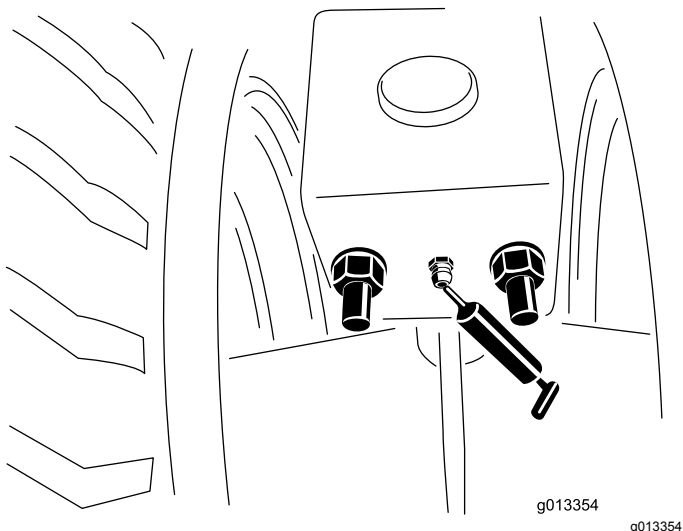

Figura 54
1. Limpie los engrasadores (Figura 54).